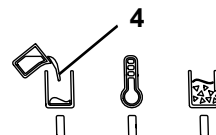

Fig. 12
- ◆ Le témoin « Chauffage/Opérationnel » (5, Fig. 12) est éteint.